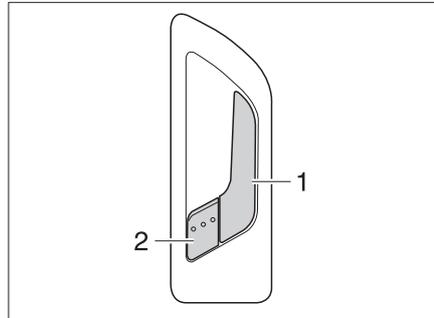

Fig. 26 Serrure de la porte de cellule, à l'intérieur
**Ouvrir:** ■ Tirer sur la poignée (Fig. 26,1). La serrure de la porte est déverrouillée. Le levier de sécurité (Fig. 26,2) ressort automatiquement.
**Verrouiller:** ■ Appuyer sur le levier de sécurité (Fig. 26,2).